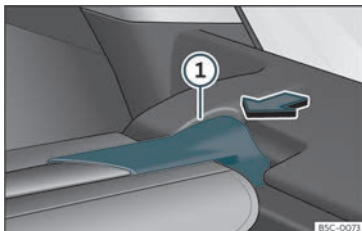

Fig. 110 Nel bagagliaio: smontare il pianale.
- Premere il supporto del pianale »» fig. 110 ① nel senso della freccia.
- Fissare il supporto del pianale»» fig. 110 ① nell'alloggiamento del lato opposto.